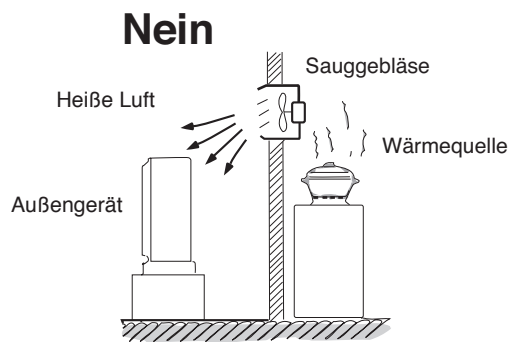

Abb. 5a
- Wärmequellen, Sauggebläse, etc. (Abb. 5a)